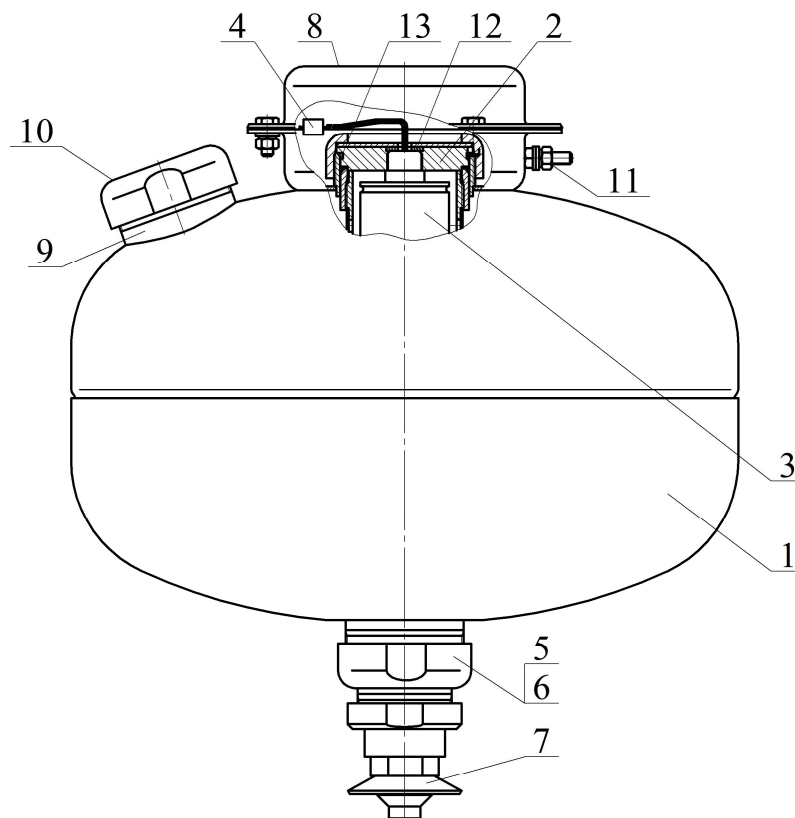

Рисунок 1
4.1.1 МУПТВ (см. рисунок 1) состоит из корпуса **1**, заправленного ОТВ, в котором размещено газогенерирующее устройство **2**. В герметичный корпус газогенерирующего устройства установлен ИХГ **3** с элементом электропусковым **4**. Нижняя горловина корпуса перекрыта срезной мембраной **5**, которая поджата гайкой **6**. С гайкой **6** через фильтрующий элемент соединен насадок-распылитель **7**. В верхней части корпуса расположены кронштейн **8** для крепления к потолочному перекрытию, горловина **9** для заливки ОТВ и предохранительный клапан **10**. МУПТВ имеет заземляющий зажим **11**.
6.3 Закрепить кронштейн **8** (см. рисунок 1) на потолке. Координаты отверстий в кронштейне приведены на рисунке 3.
6.5.3 Полученный раствор ОТВ залить в отверстие верхней горловины **10** (см. рисунок 1). Для окончательного приготовления ОТВ применительно к МУПТВ-13,5-ГЗ-ВД ($t^{\circ}\text{C} = -10; -30$) открыть упаковку с жидкой добавкой и залить ее в отверстие верхней горловины **10**. Раствор полученный по п. 6.5.2 для МУПТВ-13,5-ГЗ-ВД ($t^{\circ}\text{C} = -50$) – окончательный ОТВ. Установить в отверстие горловины предохранительный клапан **11**. Сверху закрутить гайку до упора.
6.6 Накрутить до упора ороситель 7 (см. рисунок 1).
7.4 Комплект поставки для перезарядки МУПТВ (см. рисунок 1):